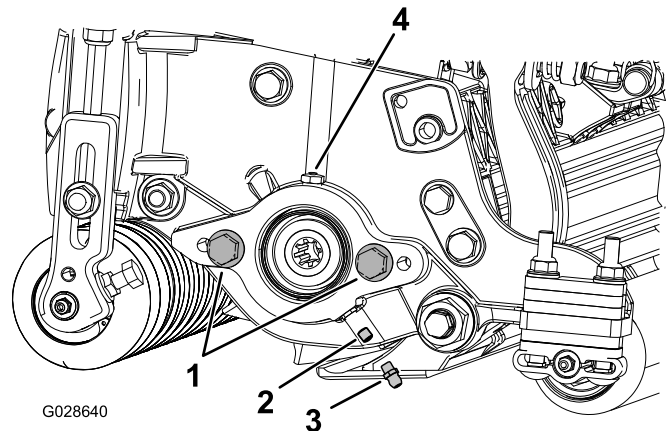

Bild 6
- Entfernen Sie die Stellschraube an der Spindelmotor-Seitenplatte und werfen sie weg (Bild 6).
1. Kopfschraube (2)      3. Schmiernippel
- Bringen Sie den geraden Schmiernippel an (Bild 6).
- Wenn die Spindelmotor-Seitenplatte keine Kopfschrauben hat, befestigen Sie sie (Bild 6).
5. Montieren Sie den Spindelmotor und fetten Sie die Seitenplatte ein, bis überschüssiges Fett aus der Fettöffnung austritt (**Bild 6**).